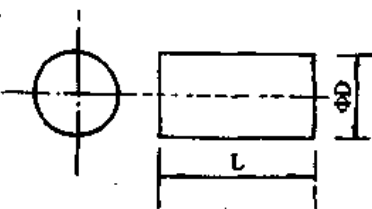

图 48-19
(1)ZY 型柱形磁芯：该器件主要用于各类电感元件和振荡线圈。所采用的材料为 R40、R60、R400、R1K。其典型产品有 ZY1.5 系列、ZY2 系列、ZY2.5 系列、XY3 系列等。ZY 型磁芯的结构原理图如图 48-19 所示。